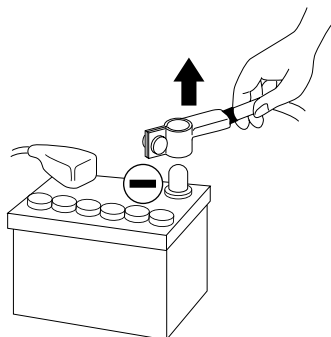

fig. 1
- **Avant d'entamer l'installation, déconnecter la borne négative de la batterie pour éviter tout risque de blessure, d'incendie ou d'endommagement du matériel. (fig. 1)**
- 2 - Débrancher le fil négatif de la batterie avant de commencer l'installation (**fig.1**)
Avant de débiter la phase de connexion, s'assurer de retirer la borne négative (-) de la batterie du véhicule (*fig. 1*).